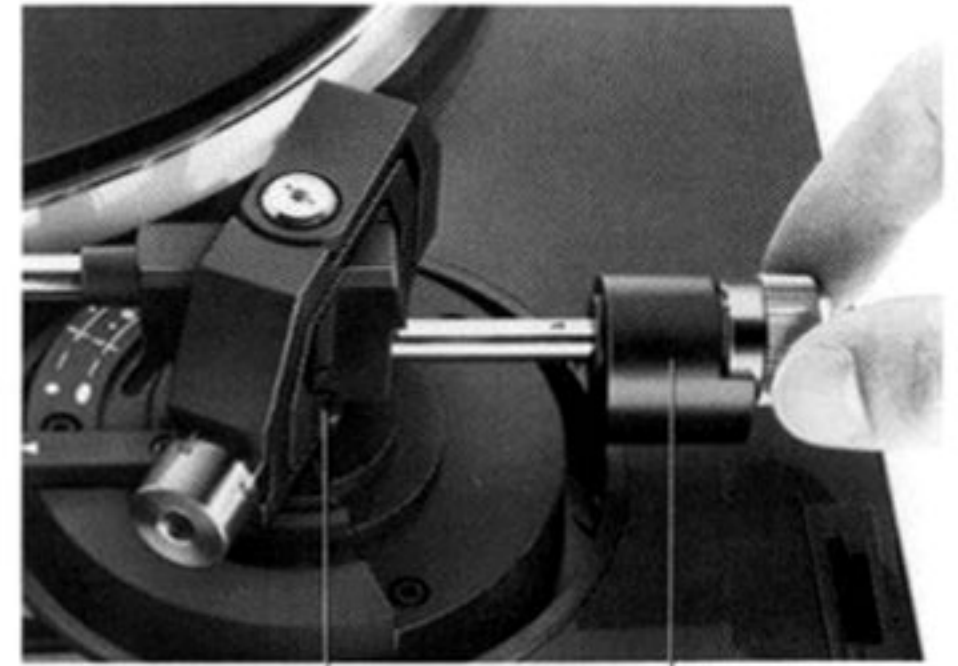

Fig. 3
1. Antiskatingeinrichtung ausschalten. Dazu Einstellknopf **7** entgegen dem Uhrzeigersinn bis an Anschlag schieben (Fig. 3).